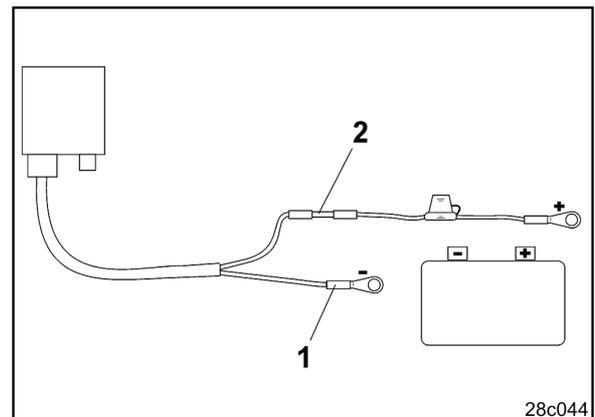

Fig. 6
4. Introducir el conductor de cable azul (masa) en una lengüeta redonda (Fig. 6/1).
6. Introducir el conductor de cable marrón (+ 12 voltios) en el extremo libre del acoplamiento de impulso (Fig. 6/2)
8. Encoger el acoplamiento de impulso (Fig. 6/2) con una fuente de calor (mechero o secador) hasta que se suelte el pegamento